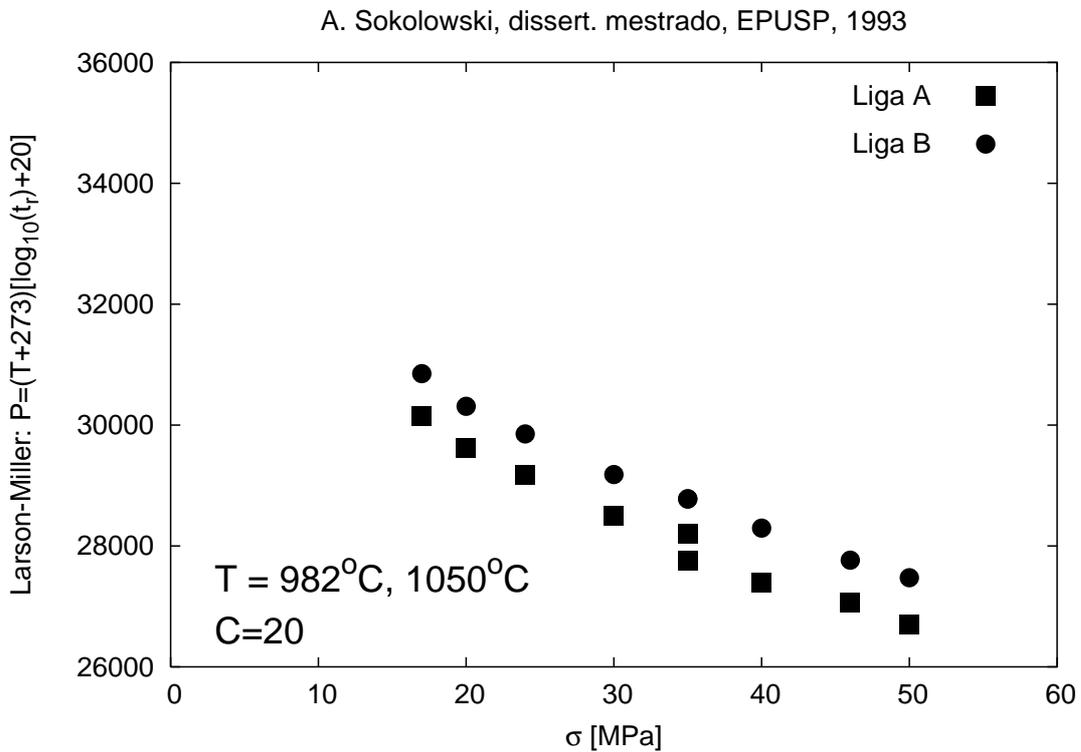

Figura 2: Curvas-mestre para dois aços para trabalho a quente (tempos medidos em horas).
2. A Figura 2 apresenta as curvas-mestre do parâmetro de Larson-Miller determinadas para duas ligas estudadas pelo engenheiro Alexandre Sokolowski em seu mestrado defendido em 1993 no PMT. Estes resultados foram obtidos a partir de ensaios de ruptura em fluência relatados por este autor. Com base nestas curvas estime a máxima tensão admissível de trabalho para as duas ligas: